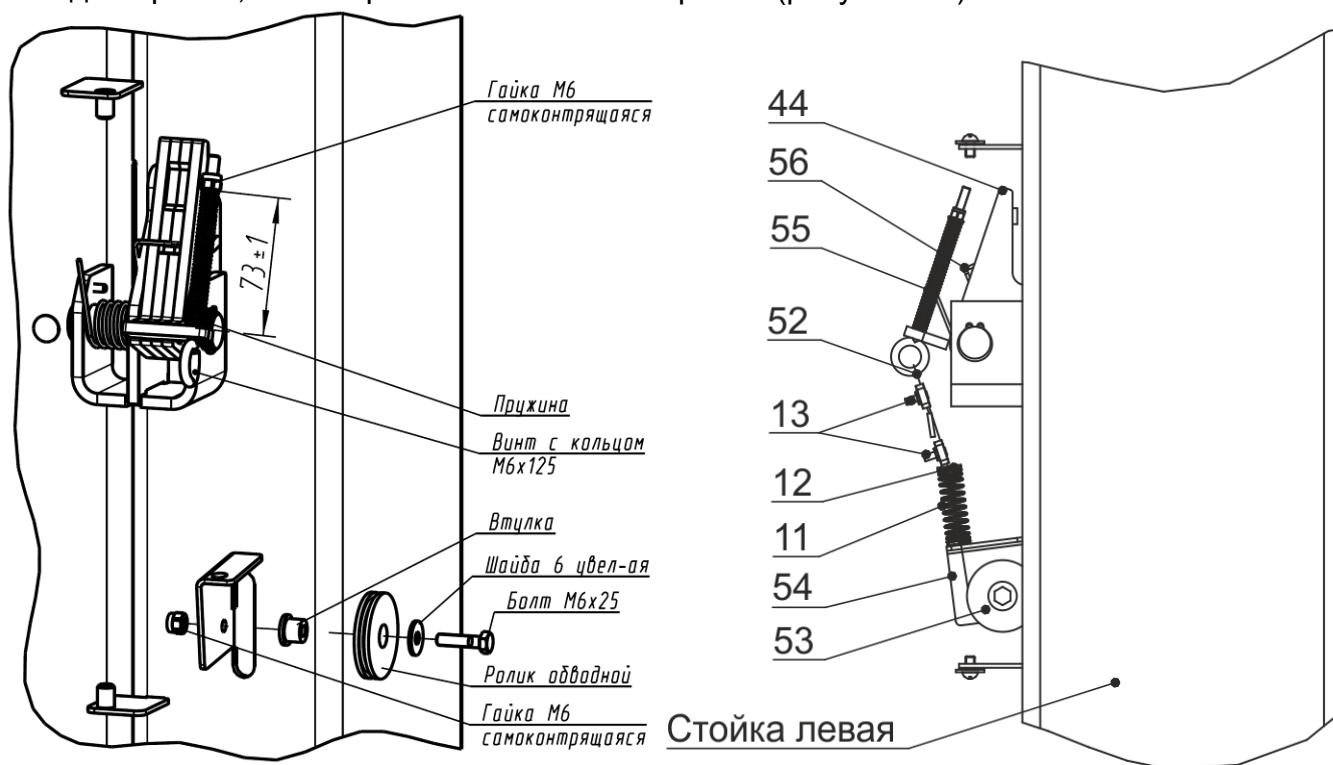

Рисунок 6.5 - Система стопорения кареток
6.6 Установить упругую тягу (сжать пружину гайкой до указанного размера 73мм) и обводной ролик, затем тросик системы стопорения (рисунок 6.5).